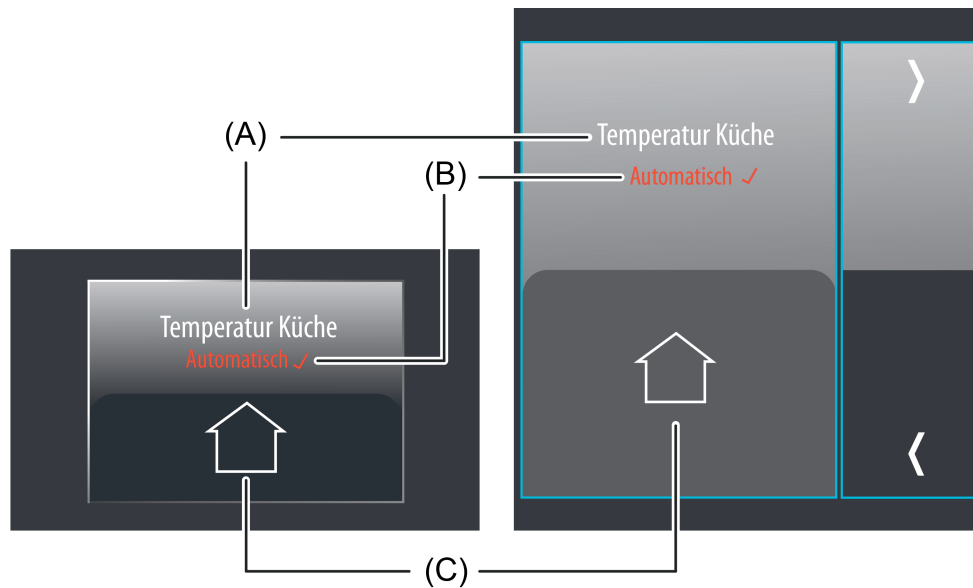

Bild 39: Beispiel für Bedien- und Anzeigeelement der Funktion "Betriebsmodusumschaltung KNX"
Der Anzeigebereich enthält verschiedene Darstellungselemente (Bild 39), die durch Parameter beeinflusst werden. Jeder KNX Funktion kann in der Konfigurationssoftware eine Bezeichnung vergeben werden (A). Diese Text-Bezeichnung wird im Anzeigeelement zentriert zur Anzeige gebracht, wodurch steuerbare KNX Funktionen für den Anwender kenntlich gemacht werden (z. B. "Raumtemperatur Küche"). Zusätzlich kann unterhalb der Bezeichnung ein Statustext (B) eingeblendet werden, der entweder abhängig vom Objektwert der Status-Rückmeldung eines Raumtemperaturreglers oder alternativ direkt abhängig von der Betriebsmodusvorgabe des Bedienelementes den jeweils gewählten Betriebsmodus im Klartext anzeigt. Der angezeigte Text kann separat für jeden Betriebsmodus in der Konfigurationssoftware parametrisiert werden (z. B. "Komfort"). Solange nach einem Gerätereset noch kein Status-Objektwert empfangen oder noch kein Betriebsmodus vorgegeben wurde, zeigt der Statustext "---" an. Das Anzeigeelement zeigt unmittelbar hinter dem Statustext ein ✓, wenn der Regler den durch die Sensorflächen ausgewählten und vorgegebenen Betriebsmodus gültig übernommen hat. Auf diese Weise kann der Anwender identifizieren, ob der von ihm gewünschte Betriebsmodus tatsächlich auch eingestellt wurde. Erscheint ✓ auch ca. 2 Sekunden nach der letzten Bedienung nicht, hat der Regler die Vorgabe nicht direkt übernommen. Er arbeitet dann in der Regel in einem Betriebsmodus mit höherer Priorität (z. B. Fensterstatus oder KNX Zwang). Damit die Anzeige einer gültigen Übernahme des zuletzt vorgegebenen Reglerbetriebsmodus möglich ist, muss der Regler seinen Status an das Anzeigeelement zurück senden. Dies erfolgt über die Objekte "Rückmeldung Status" und "Rückmeldung Zwang" (Bild 39). Wird die Statusrückmeldung des Reglers nicht verwendet (Parameter "Rückmeldeobjekt verwenden" ist abgewählt), geht das Anzeigeelement nach jeder Vorgabe durch den Anwender automatisch